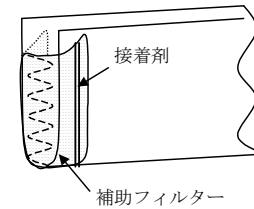

図 II-3 「グリ・シート KP12-300」接続部の処理
- ① 「グリ・シート」を割付図に示す長さにカッターナイフ、又はハサミ等を使用し定尺切断する。
- ② 「グリ・シート KP12-300」は、端部から土砂などが流入しないように補助フィルターと接着剤で処理する。（図 II-3）